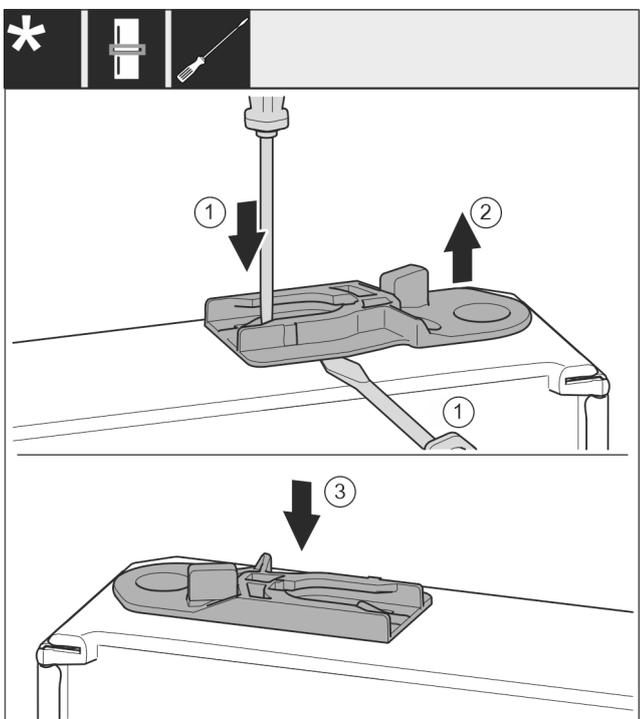

Fig. 39
- ▶ Estrarre la boccola di guida: Premere la linguetta Fig. 39 (1) con un cacciavite a intaglio e allo stesso tempo spostare in basso la boccola di guida Fig. 39 (2) con il cacciavite a intaglio.
- ▶ Inserire la boccola di guida Fig. 39 (3) inclusa nella fornitura sull'altro lato dell'alloggiamento.